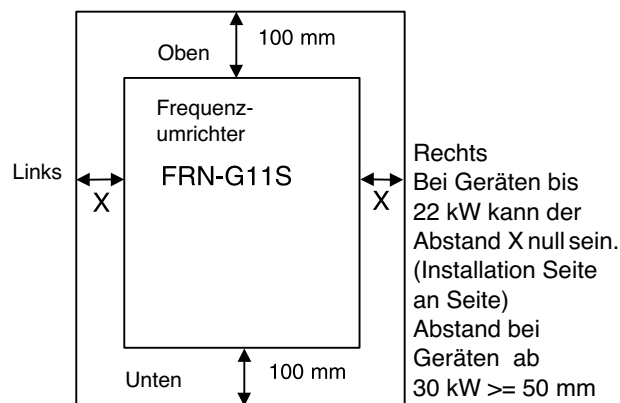

Bild 2-2-1
2. Da der Frequenzumrichter während des Betriebs Wärme erzeugt, müssen zur Einhaltung einer ausreichenden Kühlung die in Bild 2-2-1 angegebenen Abstände unbedingt eingehalten werden. Da die Wärme überwiegend nach oben abgegeben wird, sollten über dem Gerät keine wärmeempfindlichen Komponenten installiert werden.